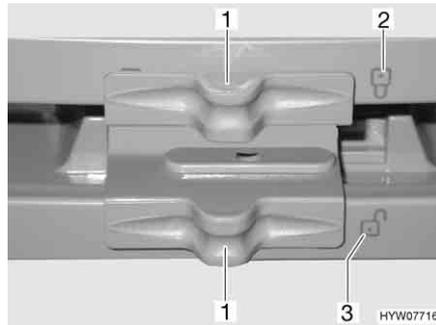

Bild 153 Verriegelung der Kühlschranktür/Frosterfachtür (Dometic 7er-Reihe mit separatem Frosterfach)
- Verriegelung (Bild 153,1) zur Seite schieben, so dass das offene Schloss "🔓" (Bild 153,3) sichtbar ist.
- Verriegelung (Bild 153,1) zur Seite schieben, so dass das geschlossene Schloss "🔒" (Bild 153,2) sichtbar ist.